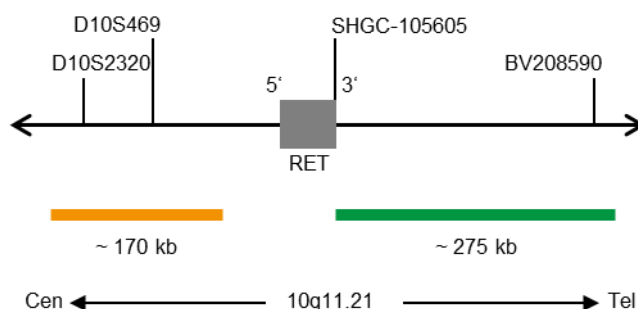

Fig. 1: SPEC RET Mapa da sonda (não à escala)
- Polinucleótidos marcados com ZyGreen (excitação 503 nm/emissão 528 nm) (~10 ng/ μ l), que têm como alvo sequências mapeadas em 10q11.21* (chr10:43,626,274-43,902,346) distal à região do ponto de quebra RET (ver Fig. 1).
- Polinucleótidos marcados com ZyOrange (excitação 547 nm/emissão 572 nm) (~4,5 ng/ μ l), que têm como alvo sequências mapeadas em 10q11.21* (chr10:43,340,888-43,510,171) proximais à região do ponto de quebra RET (ver Fig. 1).